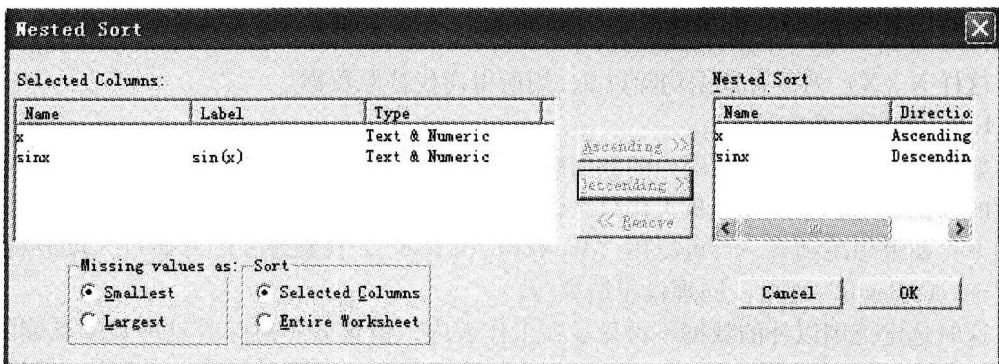

图 1-8 数据排序对话框
(1) 选定整个工作表。具体方法是将鼠标光标移到工作表左上角的空白方格的右下角，当光标变为斜向下的箭头时单击。
(2) 单击“Worksheet Data”工具栏的“sort”命令按钮，则弹出“Nested Sort”对话框（要打开“Worksheet Data”工具栏，可选择菜单“View/Toolbars”，在弹出的“Custom Toolbar”对话框内选择“Worksheet Data”工具栏复选框，单击“Close”命令按钮）。
(3) 在“Nested Sort”对话框“Select Columns”列表框中选择“X (X)”，单击“Ascending”命令按钮，则“X (X)”列被添加到“Nested Sort”列表框中。这就使“X (X)”列成为工作表升序排列的首要列。
(4) 在“Nested Sort”对话框“Select Columns”列表框中选择“sinX (Y)”，单击“Descending”命令按钮，则“sinX (Y)”列被添加到“Nested Sort”列表框中。这就使“sinX(Y)”列成为工作表降序排列的次要列，结果如图 1-8 所示。
(5) 单击“OK”按钮完成设置。